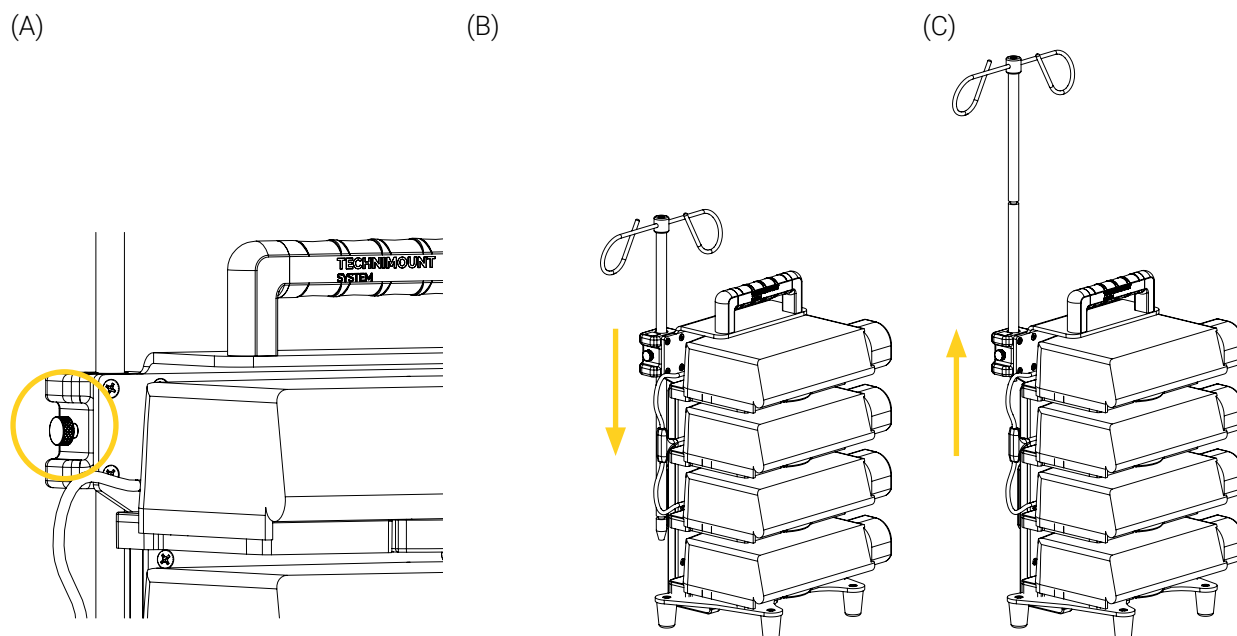

Figure 12: Descendre/monter de la tige à soluté
1. Tirer le bouton à déclenchement rapide du support de la tige à soluté (Figure 12 A), puis selon vos besoins de positionnement, descendre ou monter la tige à soluté :
- Descendre la tige à soluté jusqu'à ce qu'elle atteigne la rainure supérieure de la tige (Figure 12 B), ou
- Monter la tige à soluté jusqu'à ce qu'elle atteigne la rainure inférieure de la tige (Figure 12 C)